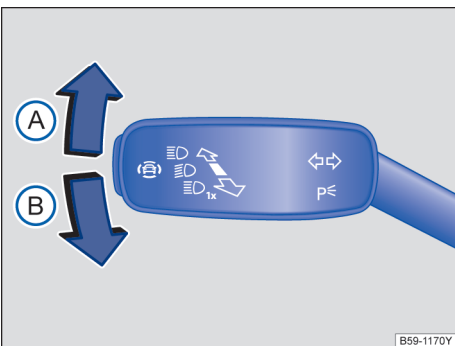

图 110 转向信号灯/远光灯操作杆
- 将转向信号灯/远光灯操作杆→图 110 从中间位置拨至以下位置：